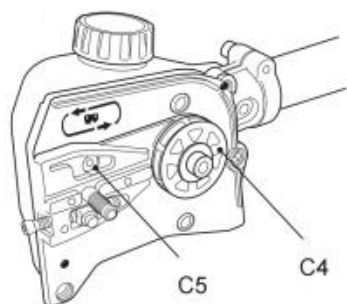

Fig. 70
2. Sprawdź, czy otwór smarowy (C5) nie jest zatkany i w razie potrzeby wyczyść go, aby zapewnić prawidłowe smarowanie prowadnicy i łańcucha piły podczas pracy. Użyj miękkiego drutu o odpowiedniej grubości, aby włożyć go do otworu spustowego oleju (rys. 70).